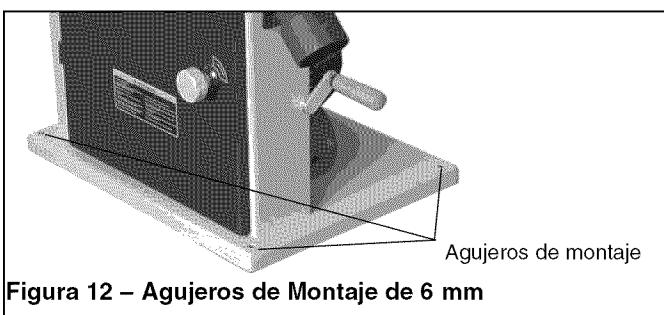

Figura 12 – Agujeros de Montaje de 6 mm
- Para garantizar una suficiente estabilidad vertical de la máquina, debe anclarla ésta con pernos en la plataforma (consulte la instrucción anterior sobre cómo colocar la máquina en la plataforma). Para este propósito, se incluyen agujeros de montaje de 6 mm en la base de la máquina (véase la Figura 12).